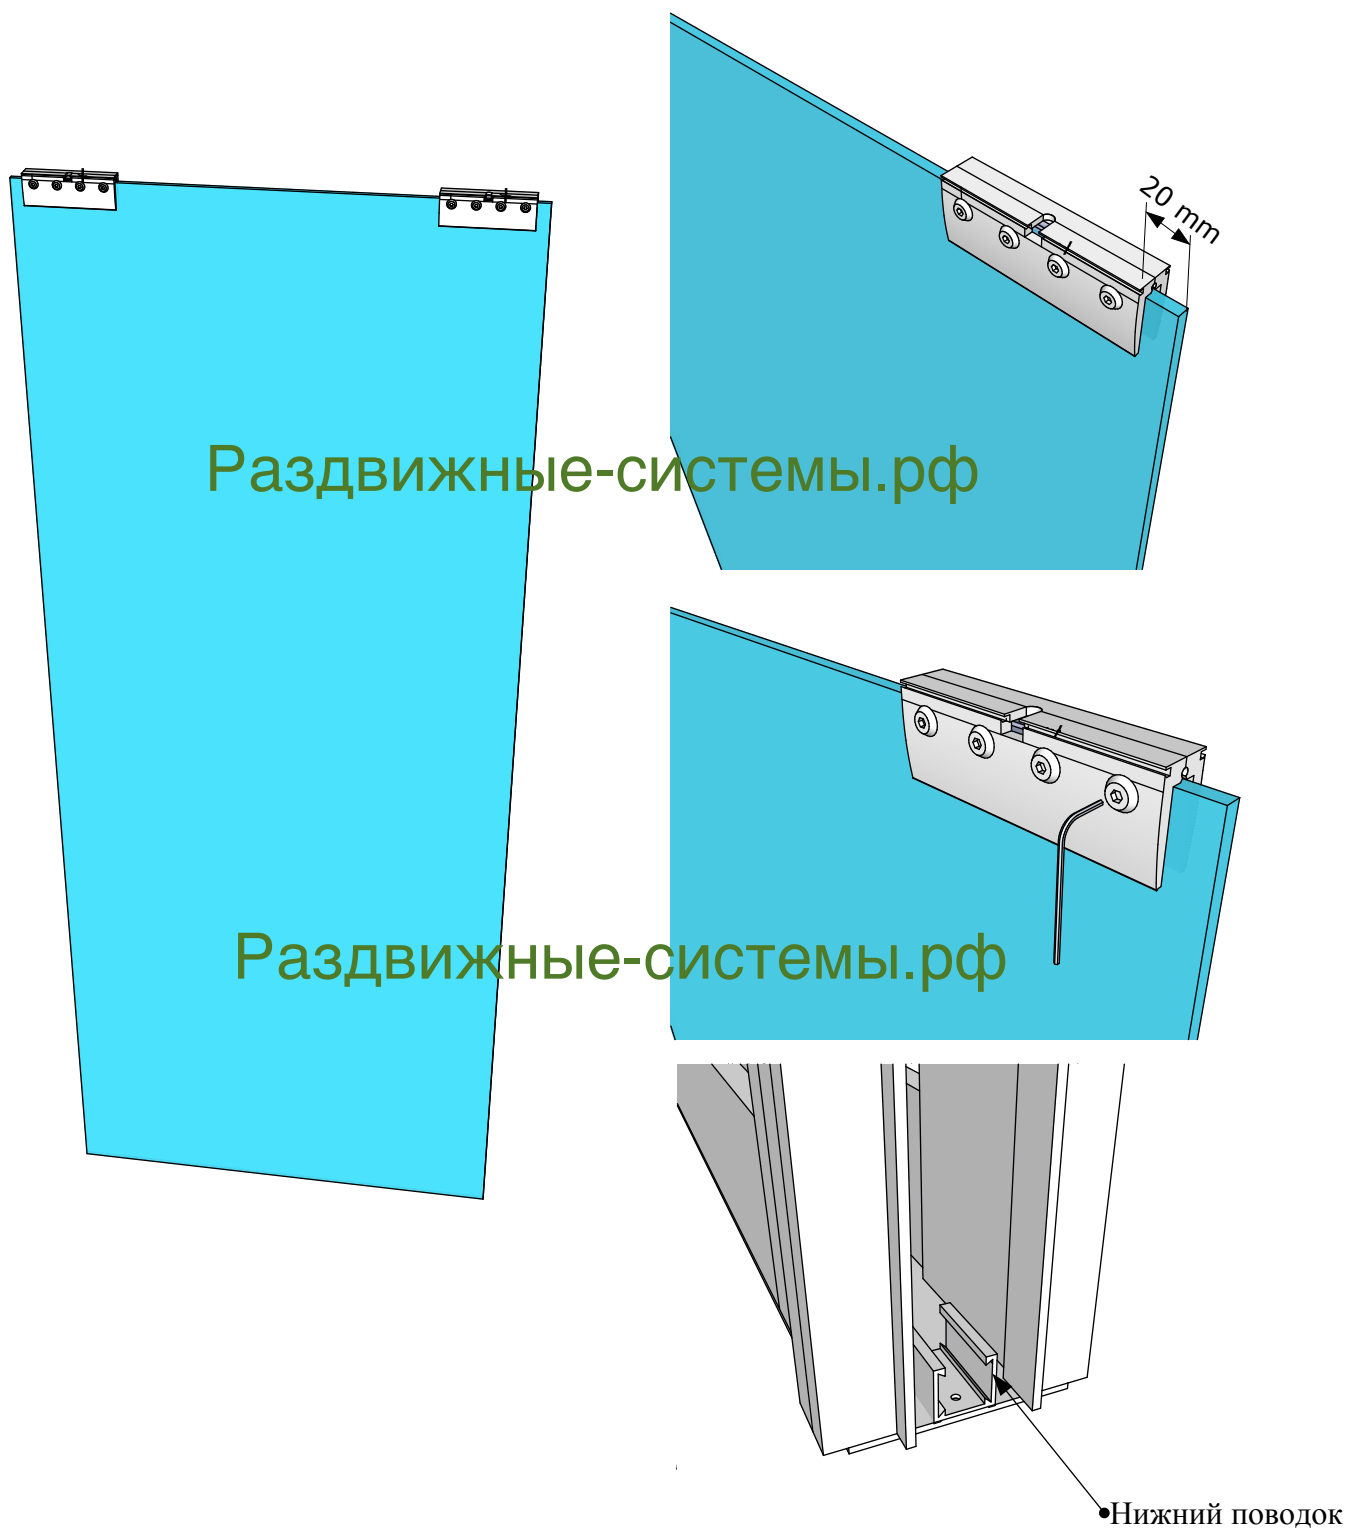

Рисунок 11
7. Подготовка дверного полотна к монтажу (Рис.11).